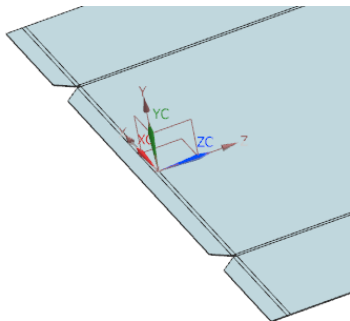

图 6-77 创建法向除料特征
(5) 在“法向除料”对话框中,单击按钮,创建法向除料特征,如图6-77所示。